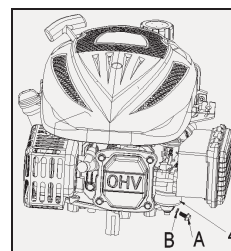
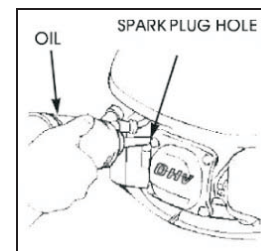

Fig. 13A
Fig. 13B
3. Après que tout le carburant a égoutté dans le récipient; Réinstallez le boulon de vidange et la rondelle. Serrez fermement le bouchon de vidange. (Voir la Fig. 13A/ Fig.13B)